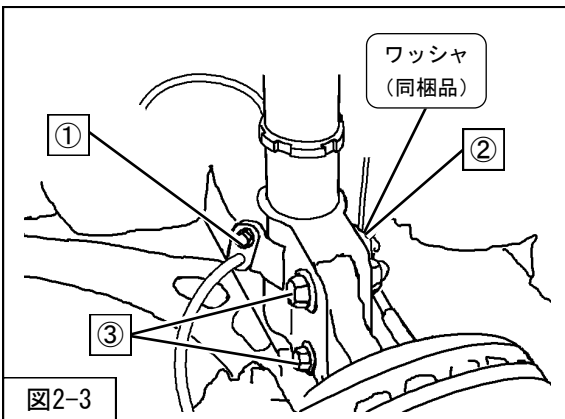
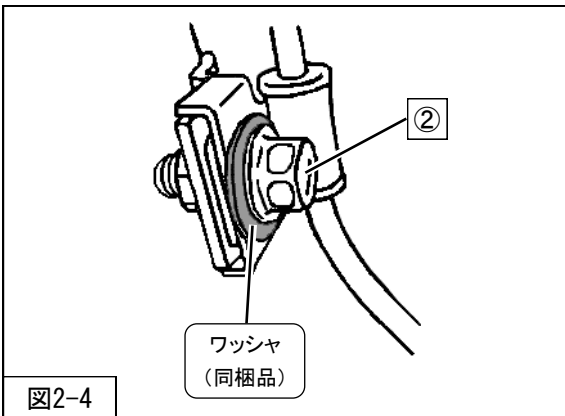

図2-3
図2-4
を取付けてください。（図2-3）
3. ②ABSセンサハーネス取付ボルト（締付トルク：33N・m）は、ハーネスステーとの間にワッシャ（同梱品）を挿入して取付けてください。（図2-3・図2-4）
4. ①ブレーキホース取付ボルト（締付トルク：33N・m）を取付けてください。（図2-3）